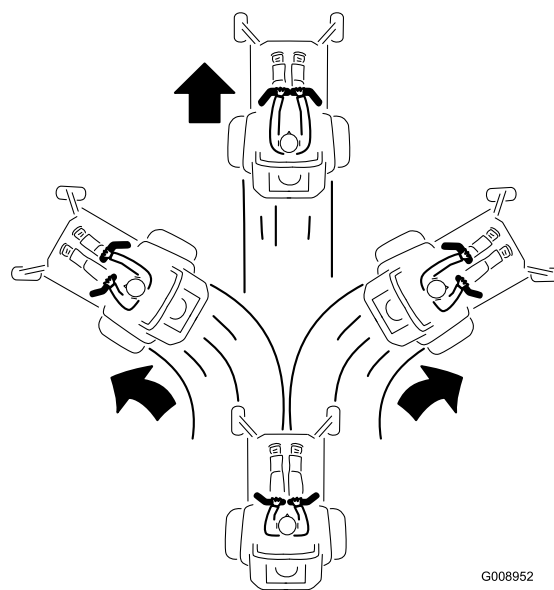

Figura 14
2. Per fare marcia avanti spingete lentamente in avanti le leve di controllo del movimento (Figura 14).
Per spostarvi in linea retta, applicate una pressione identica su entrambe le leve di controllo del movimento (Figura 14).
Per girare, rilasciate la pressione sulla leva di controllo del movimento verso la direzione in cui volete voltare (Figura 14).